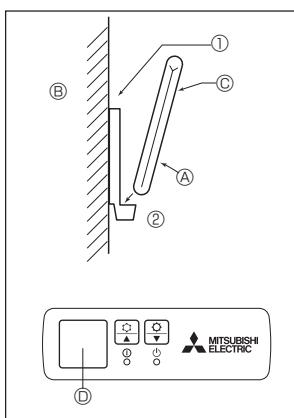

Fig. 6-5
2) Installationsmetod (Fig. 6-5)
① Montera fjärrkontrollens hållare på önskad plats med de två gängskräande skruvarna.
② Placera fjärrkontrollens undre del i hållaren